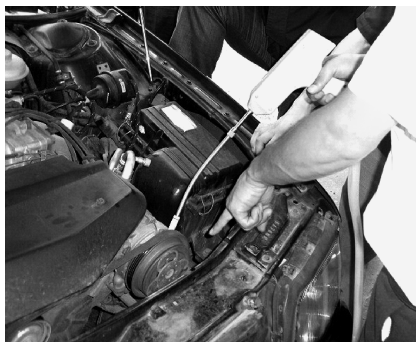

图 8-38 电子检漏仪操作方法
- 4) 将开关置于检测档，然后将测头放到要检测的部位（图 8-38），如果泄漏量超限，则有声音信号发出。